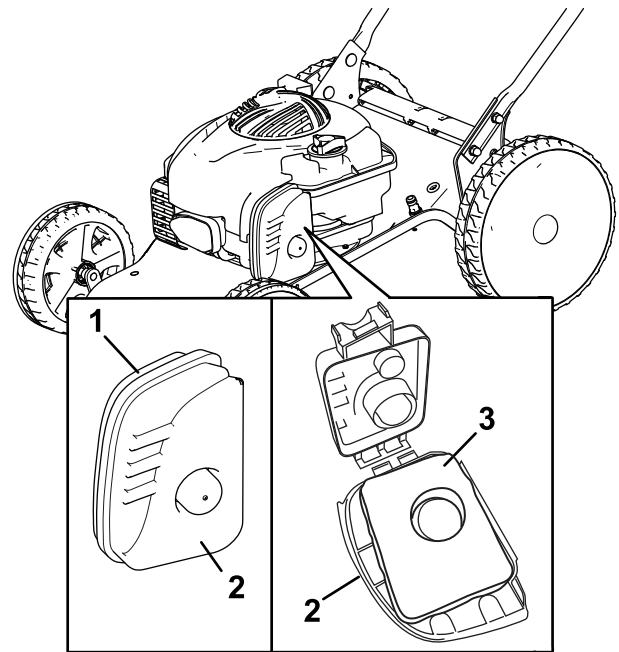

Bild 23
1. Lösen Sie das Oberteil der Luftfilterabdeckung (Bild 23).
2. Entfernen Sie die Luftfilterabdeckung (Bild 23).